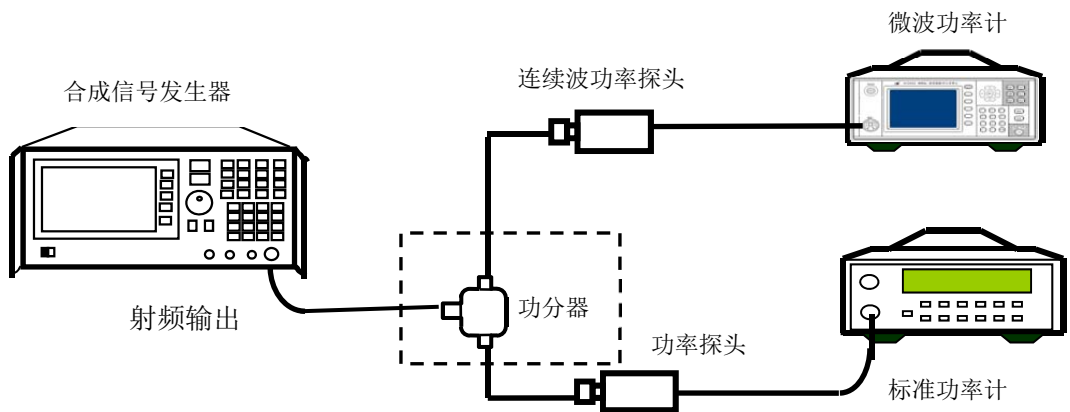

图 8.5 连续波功率探头功率测量范围的测试
- 1) 标准功率计配接功率测量范围-70~+20dBm 的功率探头，待测微波功率计配接待测 71710 系列功率探头，开机预热至少 30 分钟后分别自动校准，按照图 8.5 进行连接。
测试框图如图 8.5 所示。
- 1) 开机预热至少 30 分钟, 将配接 71710A 连续波功率探头的微波功率计和标准功率计分别进行校准后, 按图 8.5 连接设备。